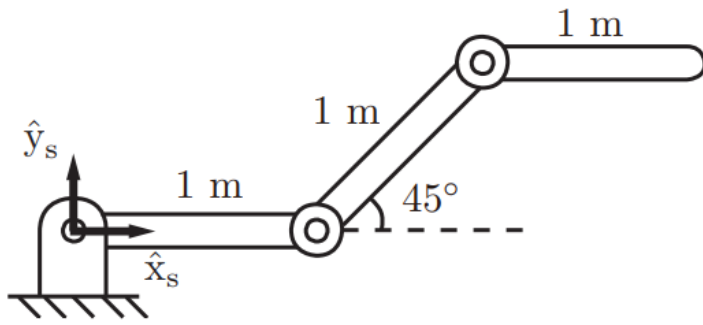

Рисунок 5. Робот 3R.
5.1 Плоская открытая схема 3R (рис. 5) находится в исходном (нулевом) положении (рис.ниже).